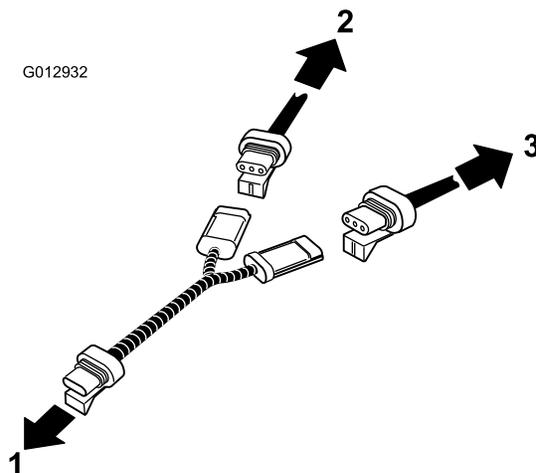

Figura 14
17. Montate il cablaggio di connessione a Y tra il sensore della velocità, il cablaggio preassemblato esistente e quello del sistema di irrorazione. Collegate il sensore della velocità al cablaggio preassemblato esistente e al cablaggio preassemblato del sistema di irrorazione (Figura 14).